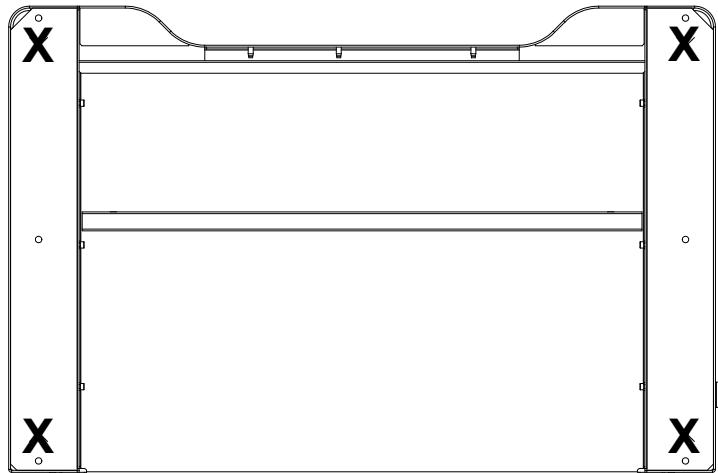

Abbildung 20. Unterseite des Rahmens mit Position der Rahmenfüße
6. Machen Sie alle Rahmenfüße ausfindig, die entfernt wurden, um den Rahmen mit dem Gestell zu verschrauben, und montieren Sie sie wieder an den Stellen, die in **Abbildung 20** auf Seite 74 gezeigt sind.